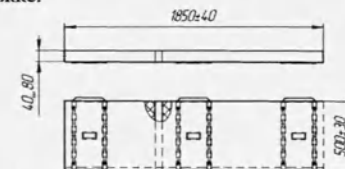

Рисунок 3. Носилки-матрац НМ-ММ
4.5. Носилки-матрац съёмные двухсекционные НМ-ММ (см. рисунок 3) изготовлены из пенополиуретана в чехле из материала тентового с поливинилхлоридным покрытием с 6-ю ручками из ленты для перекладки и переноски пациента. Допускается по запросу заказчика изготовление чехла носилок-матраца НМ-ММ из винилискожи обивочной без ручек